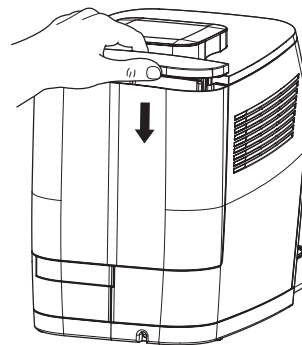

bild 3: Montering av vattentanken
8. Fyll på vattentanken med kallt dricksvatten till markeringen "Max" och sätt på tanken på maskinen (bild 3). Se till att vattentanken sitter fast i maskinen upptill och att den ligger an tätt mot maskinen.